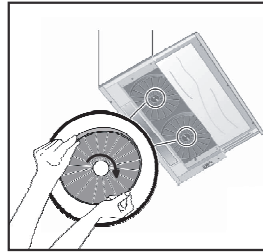

Fig. 6: FILTRO AL CARBONE AF 100
3. Collocare il filtro al carbone nel proprio alloggiamento. Fig. 6
4. Ruotando il filtro al carbone in senso orario, assicurarsi che sia inserito fino in fondo. Fig. 6